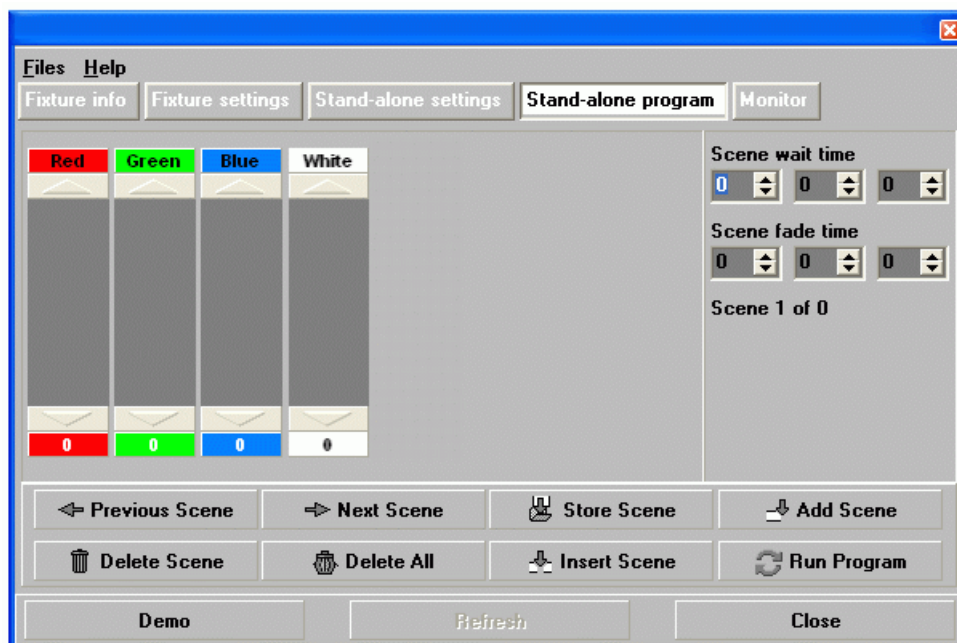

Figure 15: Fenêtre de programmation du mode autonome
1. Cliquez sur le bouton **Stand-alone program** (voir Figure 15).